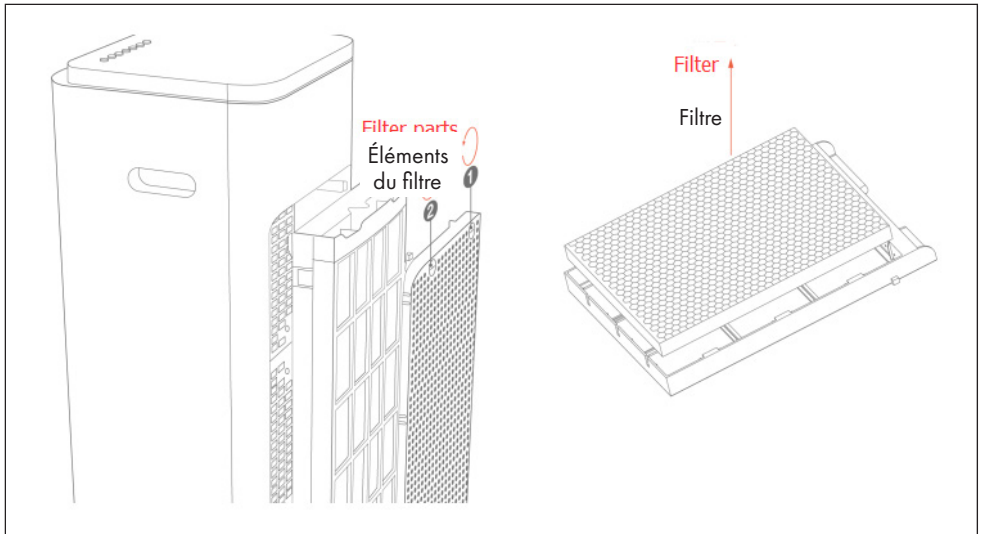

Figure 3
2. Tenez la poignée du filtre et tirez-la vers le haut (voir Figure 3).